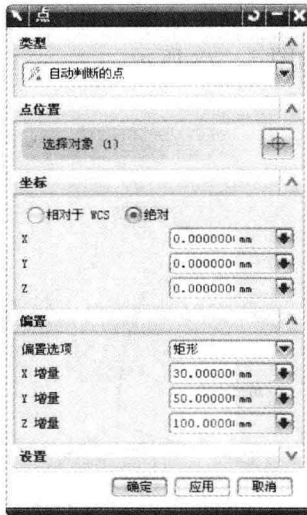
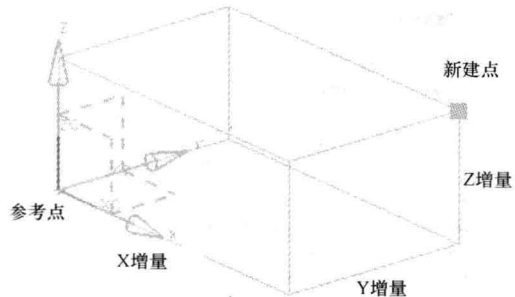

图 1-23 “点”对话框(六)
图 1-24 矩形偏置法示意图
1) 矩形（直角坐标系）的偏置方法。矩形偏置方法是通过指定直角坐标系中 X、Y、Z 三个坐标轴方向的增量来建立新点。单击图 1-16 所示的“点”对话框中“偏置”下拉列表框，选择“矩形”，并在绘图区选择已经存在的参考点，“点”对话框变为如图 1-23 所示。“偏置”选项下方显示 X、Y、Z 坐标增量输入框，分别指定沿三个坐标方向的偏置值，“坐标”选项下方的 X、Y、Z 坐标输入框用来指定参考点的坐标，参考点也可以在绘图区直接捕捉。单击对话框的“确定”按钮即可建立新的偏置点。矩形偏置法示意图如图 1-24 所示。